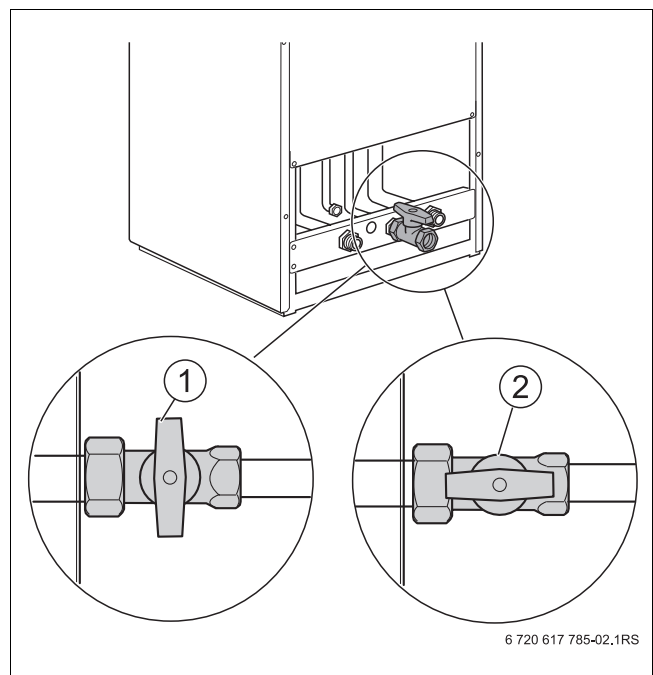

Bild 42 Gashahn
- Gashahn schließen (→ Bild 42, [1], Seite 44).